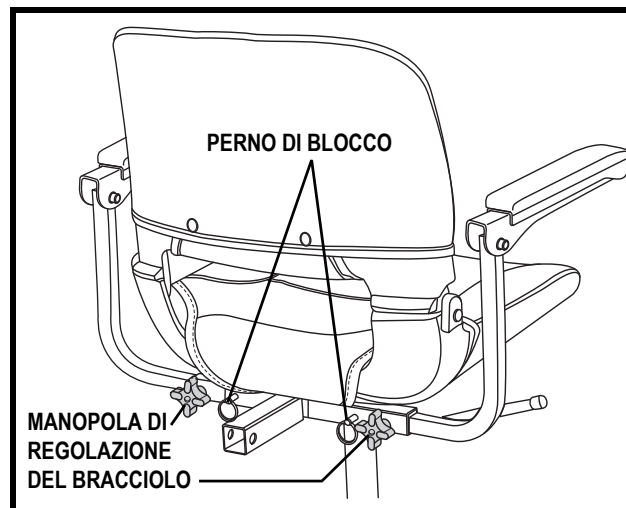

Figura 19. Regolazione della larghezza del bracciolo
1. Allentare le manopole di regolazione del bracciolo. **Vedere figura 19.**